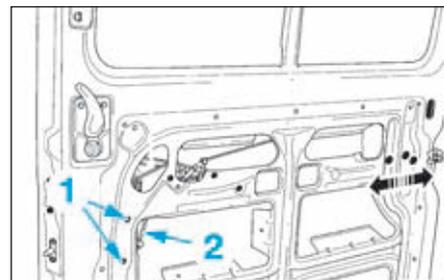

FIG.106
- Déposer (Fig.106) :
- les deux vis de fixation (1) du montant d'invulnérabilité.
- la tringle de commande de la serrure (2).